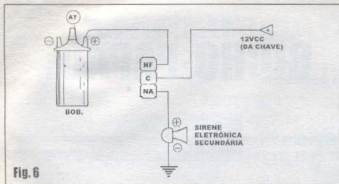

Fig. 6
- **FIG. 6 - INCLUINDO UM ALARME SONORO, À DESABILITAÇÃO DA IGNIÇÃO.** - Se for escolhido o método diagramado na figura 5-B, será possível um adendo sonoro à condição de desabilitação, ou seja: o disparo de uma buzina ou sirene eletrônica secundária, dedicada (independente da buzina original do veículo...), simultâneo com a parada do motor...! Basta estabelecer as ligações conforme mostra o diagrama... O leitor/hobbyista assíduo encontrará, em Edições anteriores de APE, vários projetos de buzinas ou sirenes que *cabem direitinho* na função exemplificada (consultem suas coleções...). Com o indicado arranjo, decorrida a temporização, além do motor *morrer*, a sirene dispara, e assim fica, até que a ignição seja desligada (ou que o interruptor específico do **PARC** seja colocado em *off*...).